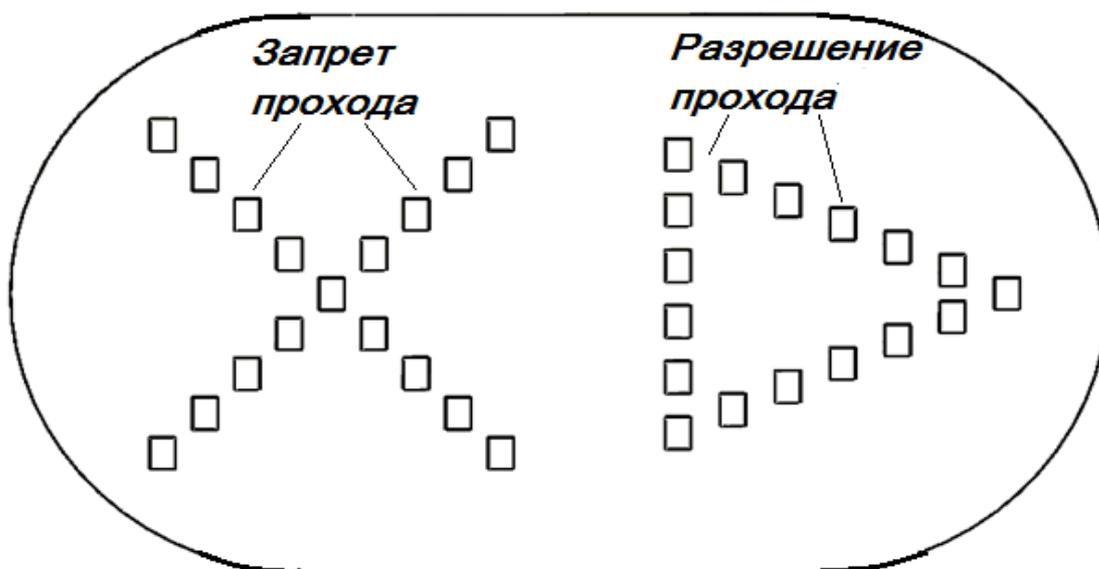
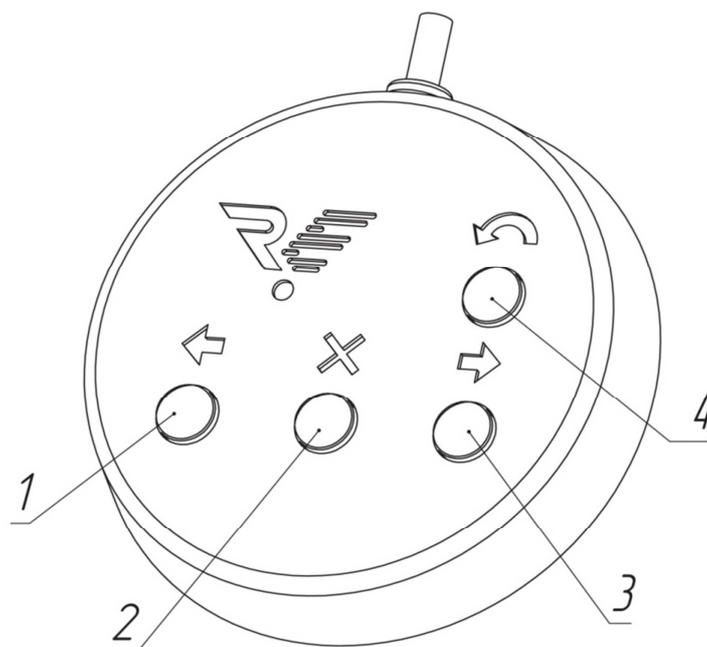

Рис. 2. Внешний вид панели индикации
Рис. 3. Внешний вид пульта управления
Панель индикации турникета расположена на верхнем модуле турникета под вставкой из акрилового стекла. Режимы работы турникета отображаются на панели в виде мнемонических знаков разрешения и запрещения прохода (рис. 2).
Корпус ПУ выполнен из шлифованной нержавеющей стали. На лицевой стороне расположены кнопки управления 1 - 4 и светодиодные индикаторы режимов работы пульта (рис. 3). Стандартная длина кабеля, поставляемого в комплекте, составляет 5 метров.
3. Включите источник питания турникета, на двух панелях индикации турникета (рис. 2) загорится красный крест, запрещающий проход, на ПУ светодиодный индикатор кнопки 2 (рис. 3) загорится красным. Загорятся лампы подсветки зоны прохода.